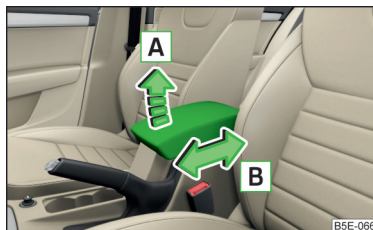

Abb. 87
- › Zur **Höheneinstellung** die Armlehne in Pfeilrichtung **A** in eine der Raststellungen anheben » **Abb. 87**.